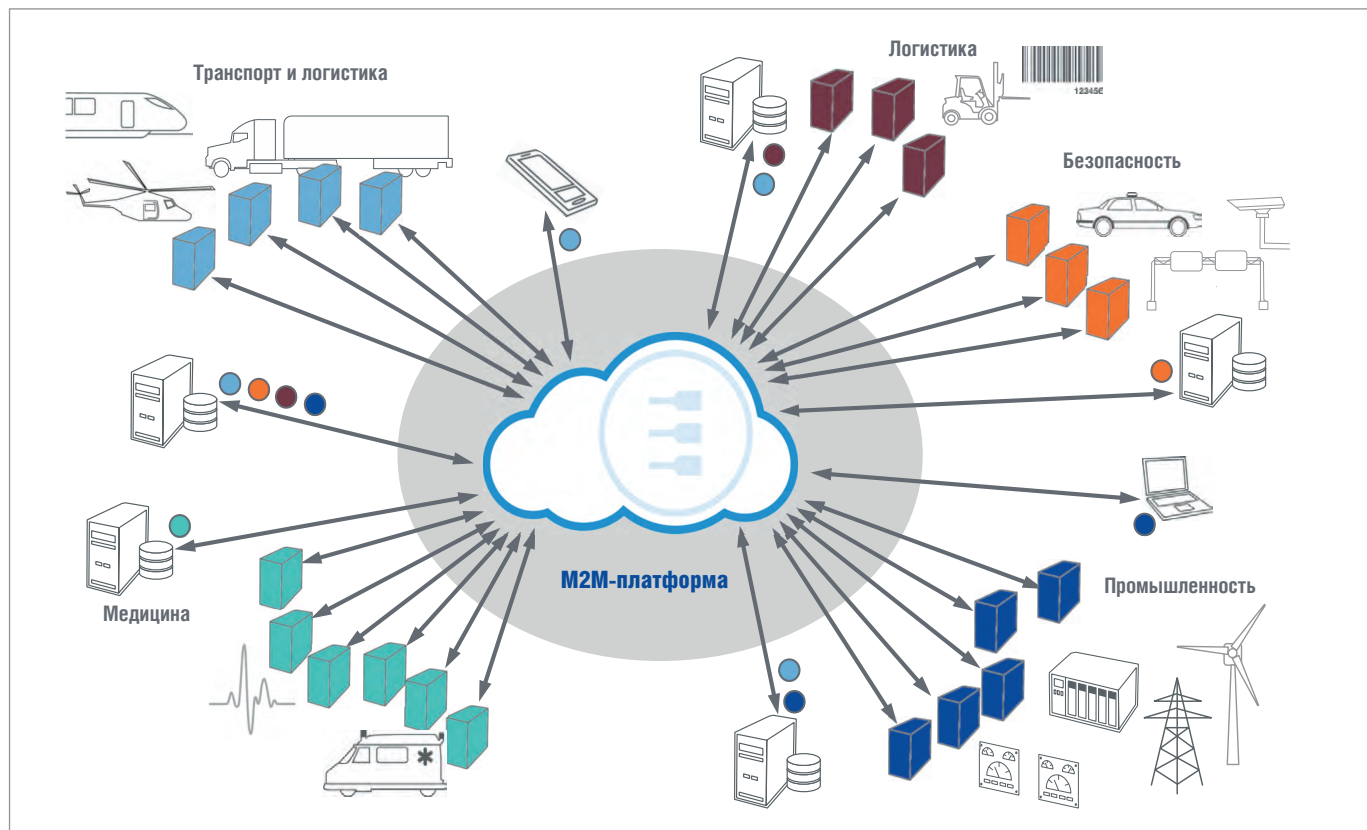

Рис. 4. Облачная платформа Everware Cloud
Everware Cloud (EC) от Eurotech (рис. 4) является M2M/IoT-платформой, которая упрощает управление устройствами и сбором данных пу-